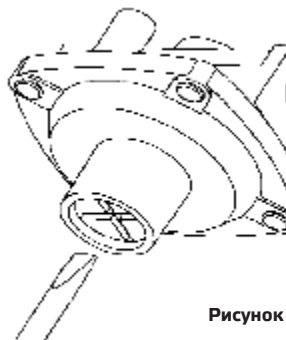

Рисунок 16
2.8.9 Регулировка давления на регулирующем клапане (рисунок 16)